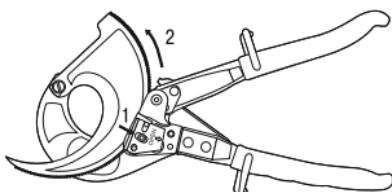

Рисунок 12
– нажмите до упора на клавишу фиксатора и удерживайте её (рисунок 12, позиция 1);